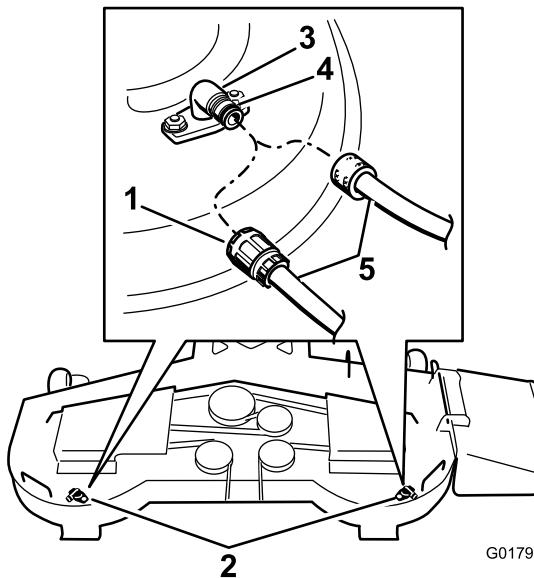

Figura 81
3. Coloque união da mangueira na extremidade de limpeza do cortador e ligue a água em elevado (Figura 81).